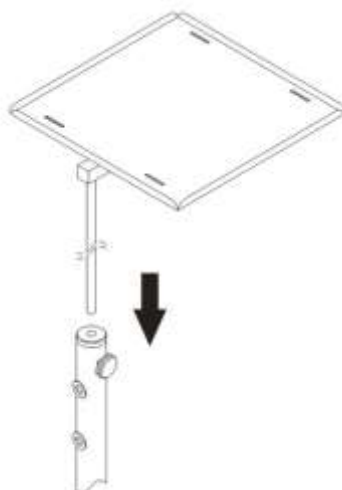

Figura 83 - Montagem do eixo suporte
4. Coloque o eixo do suporte de monitor e introduza do tubo e trave com o knob, conforme figura 83.